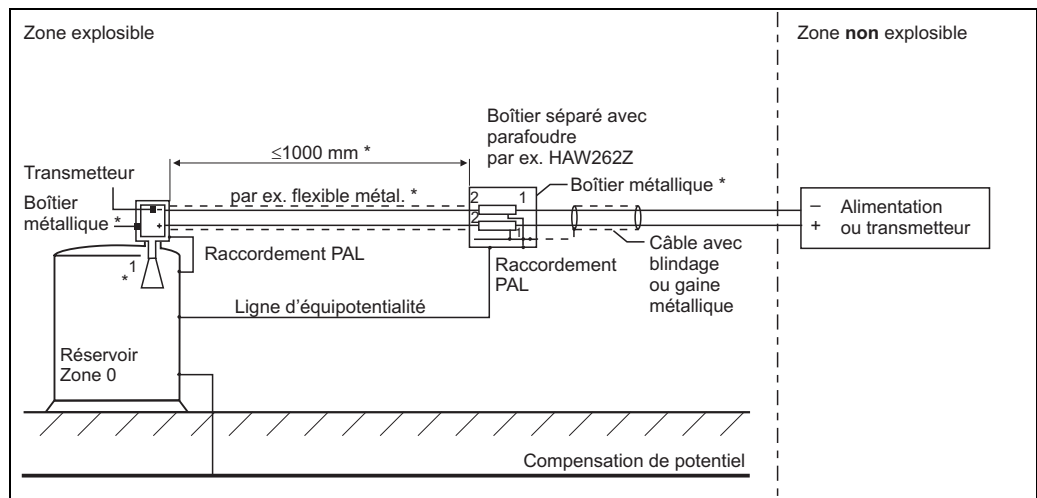

Fig. 2
- En option : Parafoudre HAW262Z ou HAW56x, voir fig. 2.